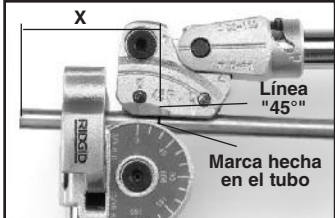

Figura 10 – Antes
- Haga una marca en el tubo a la distancia deseada (X), medida desde un punto de referencia (uno de los extremos del tubo, codo, etc.). El centro del segmento que se curvará quedará a esta precisa distancia desde el punto de referencia.
- Alinee la marca hecha en el tubo con la línea rotulada 45° en el Carril (vea la Figura 10).